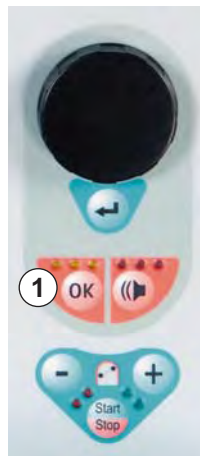

Abb. 10-5 OK-Taste mit gelben LEDs
Diese Art von Warnungen wird auch durch die gelben LEDs angezeigt, die über der OK-Taste leuchten (Abb. 10-5, ① ).